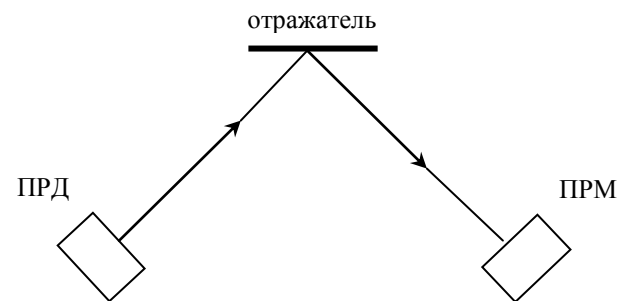

Рис.10.1
10.1. При необходимости создания излома зоны обнаружения извещатель «ЛУЧ-М» можно использовать с отражателем (рис.10.1).